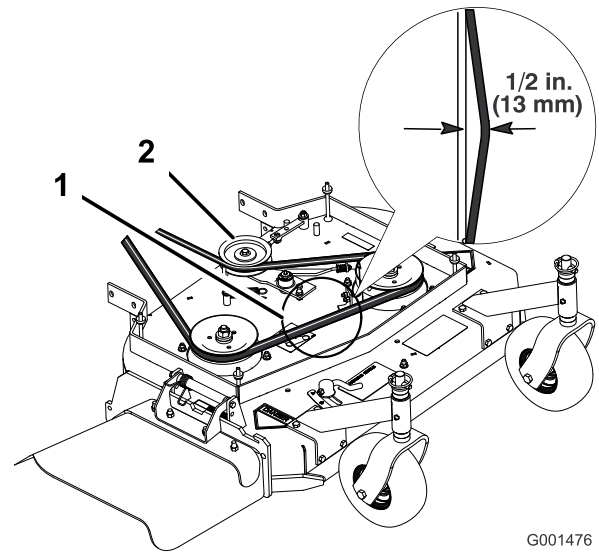
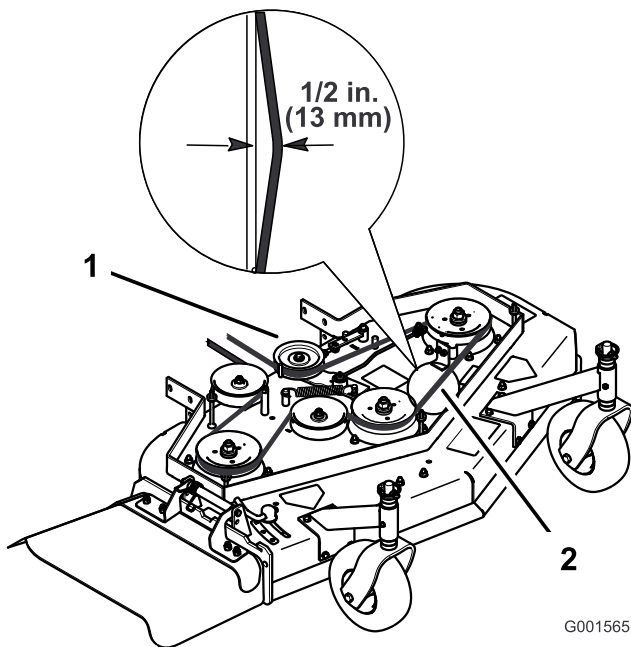

Figure 42
Figure 43
Remarque: La tension correcte de la courroie du tablier de coupe est de 44 à 67 Nm (10 à 15 pi-lb) avec une flèche de 13 mm (1/2 po) à mi-chemin entre les poulies (Figure 42 ou Figure 43).
3. Desserrez le contre-écrou sur le tendeur (Figure 42).
4. Tournez le tendeur vers l'arrière de la tondeuse pour augmenter la tension sur la courroie. Tournez le tendeur vers l'avant de la tondeuse pour réduire la tension sur la courroie (Figure 42).
Remarque: La tension correcte de la courroie du tablier de coupe est de 44 à 67 Nm (10 à 15 pi-lb) avec une flèche de 13 mm (1/2 po) à mi-chemin entre les poulies (Figure 42).
Remarque: La tension correcte de la courroie du tablier de coupe est de 44 à 67 Nm (10 à 15 pi-lb) avec une flèche de 13 mm (1/2 po) à mi-chemin entre les poulies (Figure 43).